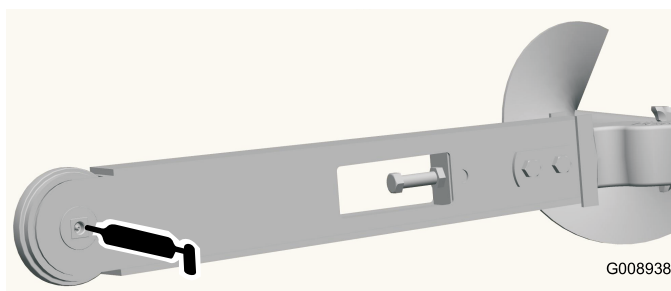
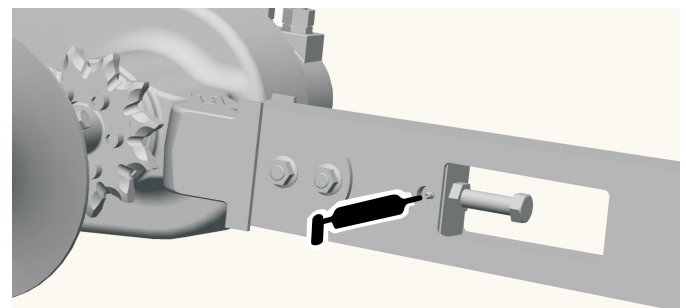

Bild 8
Bild 9
Schmieren Sie die zwei Schmiernippel täglich und sofort nach jedem Waschen des Geräts ein, siehe Bild 8 und Bild 9.
- Entfernen Sie die Schuttschnecke (Bild 8).
- Entfernen Sie die 6 Schrauben, mit denen das Antriebskettenrad befestigt ist (Bild 8).
- Entfernen und entsorgen Sie das Kettenrad (Bild 8).
- Schieben Sie das neue Zahnrad auf die Welle, siehe Bild 8.
- Drehen Sie die 6 Schrauben handfest in das Kettenrad (Bild 8).